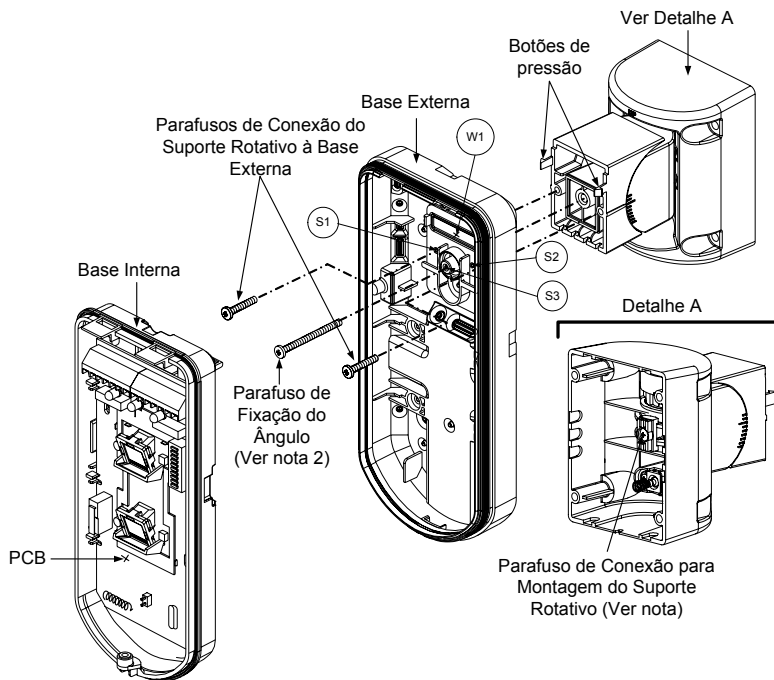

Figura 7
A mola do Tampo S5 (Figura 7) deve fazer contato com a parede através dos furos M2 ou M3 do AMSC. Assegure-se de ouvir o “Cliques” quando conecta-lo na parede.
9. Fixe a base externa no suporte os dois parafusos fixados nos furos pré-marcados S1 e S2 (Figura 7).
10. Insira o parafuso incluso de travamento do ângulo da base externa através do furo pré-marcado de parafuso de travamento de ângulo S3 na base externa do suporte padrão (Figura 7).
Quando as duas marcas das partes móveis do suporte estiverem alinhadas (Figura 7), o suporte padrão estará na posição de 0° vertical /horizontal. Cada clique da posição representa uma mudança de posição Vertical / Horizontal de 5°.